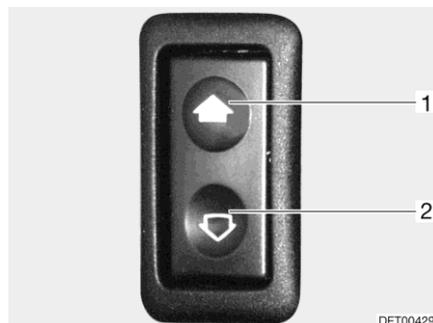

Fig. 24 Interrupteur pour lève-vitre électrique
*Ouvrir* : ■ Pousser l'interrupteur vers le bas (Fig. 24,2).
*Fermer* : ■ Pousser l'interrupteur vers le haut (Fig. 24,1).